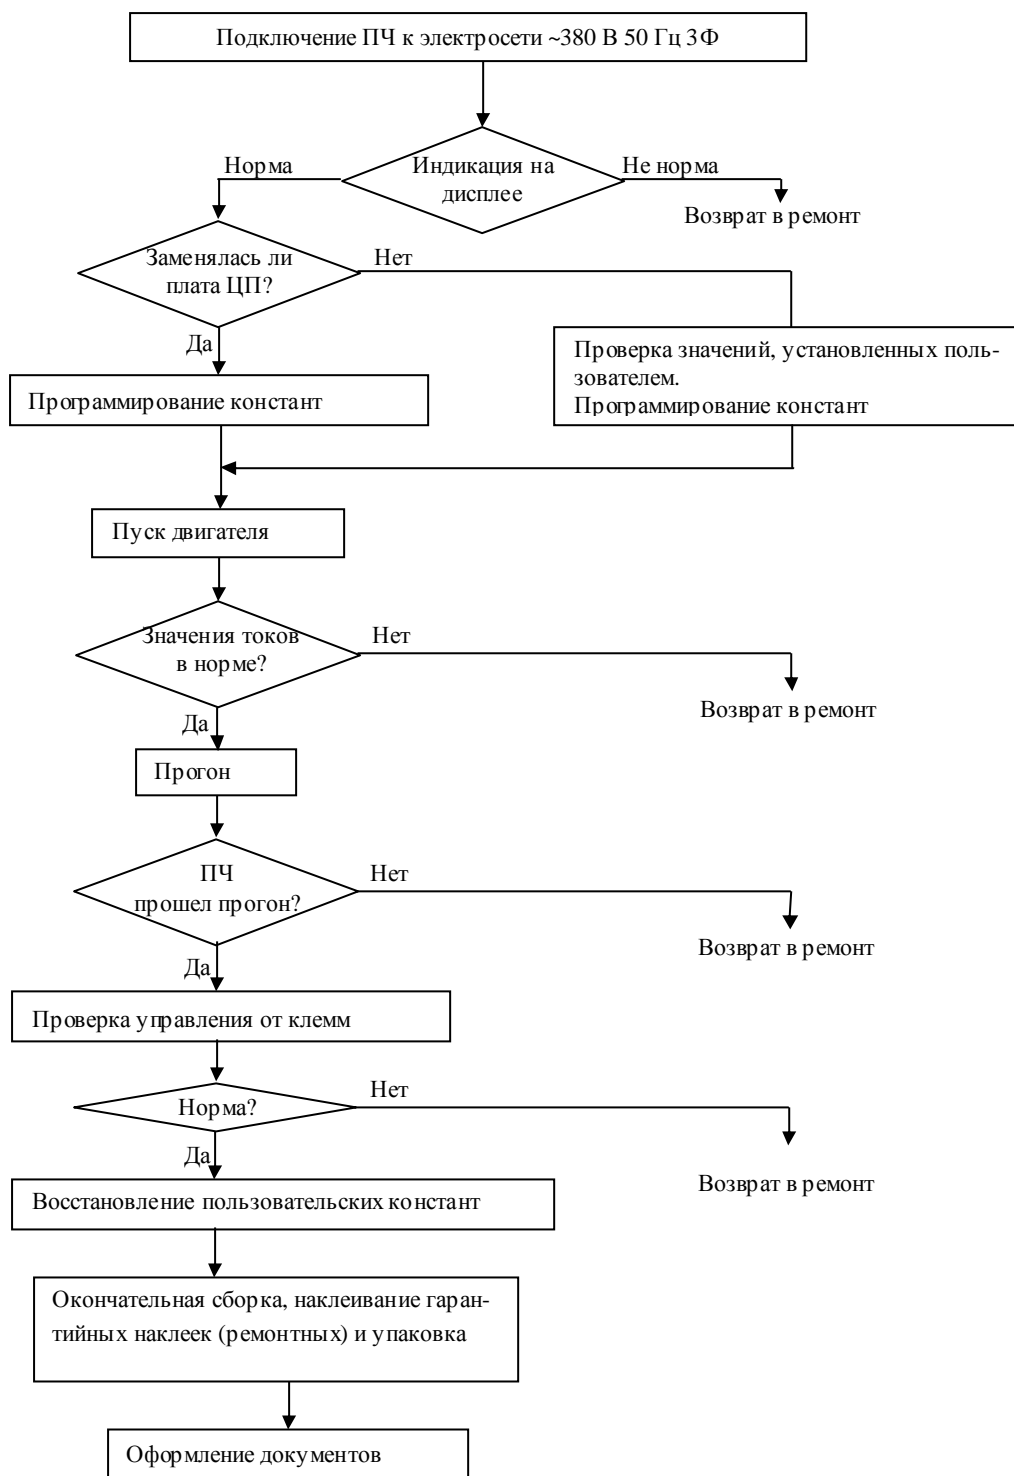

Рис. 8.1 Блок-схема выходного контроля
8.1. Блок-схема выходного контроля преобразователей частоты E2-8300-025H, -030H приведена на рис.8.1.